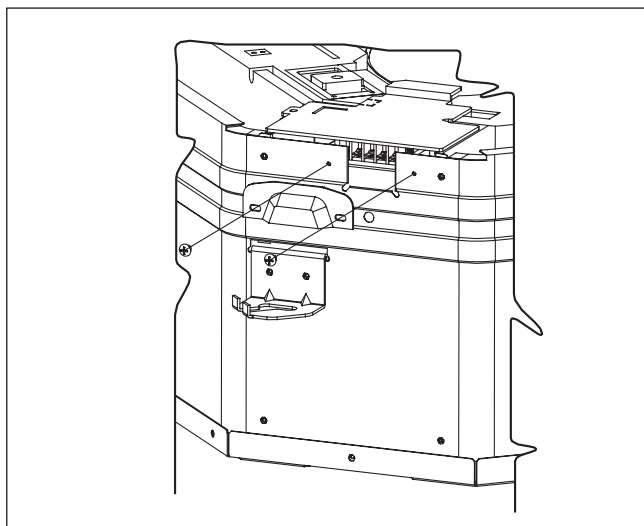

Рисунок 3
1. Снимите крышку провода, удалив 2 винта, как показано на Рисунок 3.